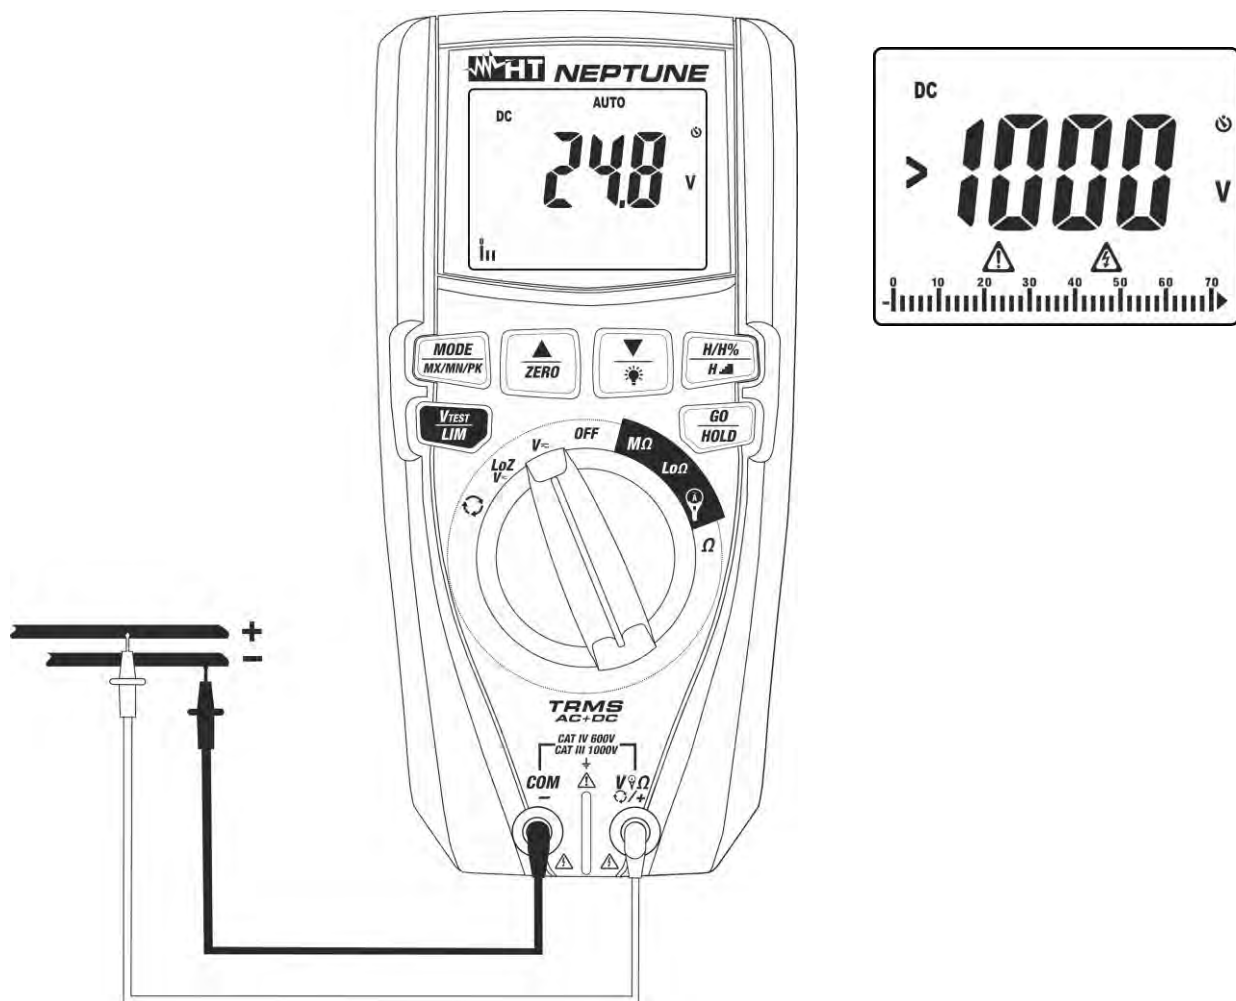
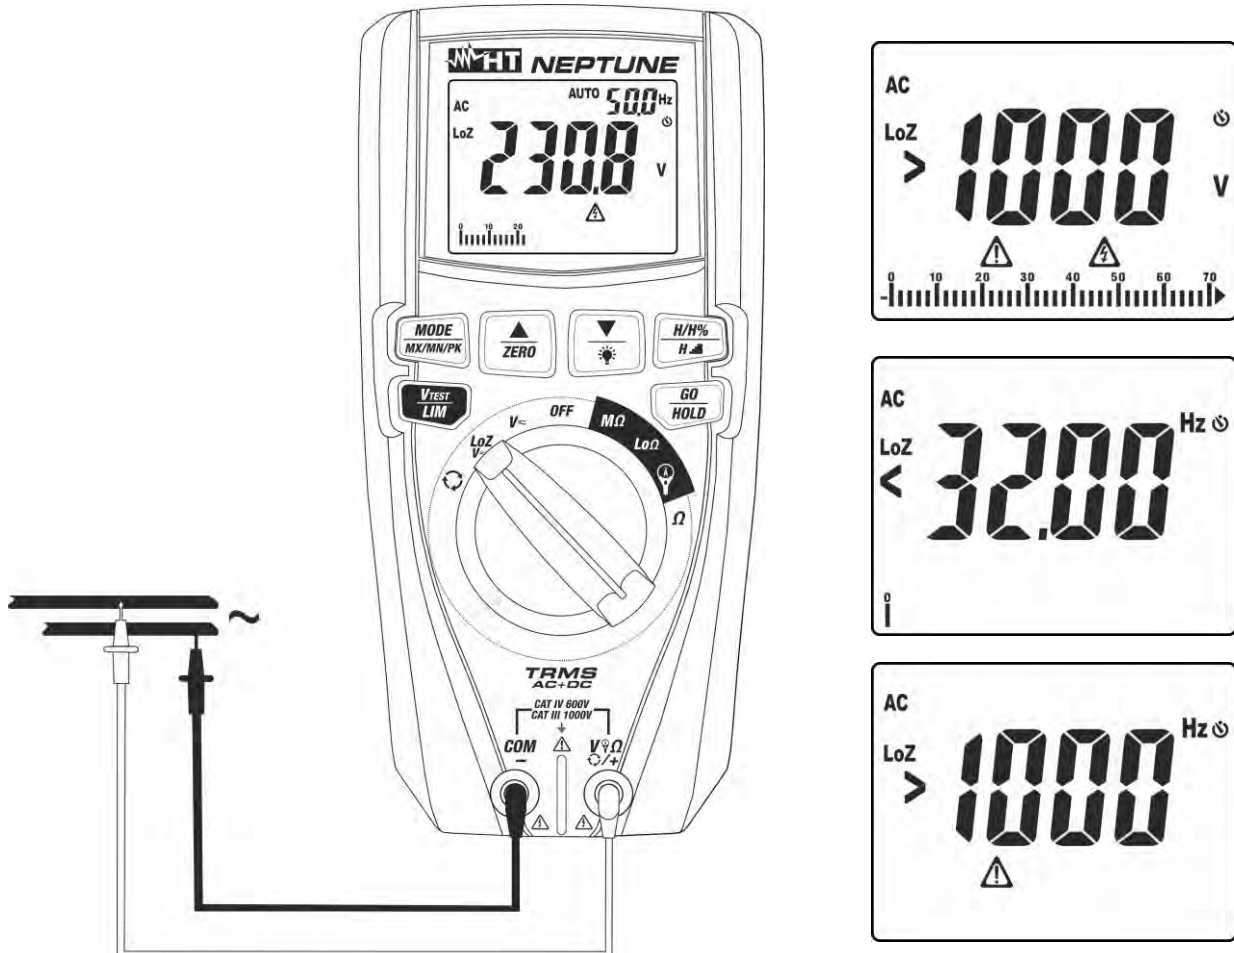

Abb. 6: Verwendung des Gerätes für Gleichspannungsmessung
Abb. 8: Verwendung des Geräts für AC/DC Spannungsmessung mit Funktion LoZ
3. Verbinden Sie die rote Messleitung und die schwarze Messleitung mit dem jeweils positiven und negativen Potenzial des zu messenden Kreises (siehe Abb. 6). Der Spannungswert erscheint auf dem Display.
4. Wenn im Display die Meldung **>1000V** erscheint (siehe Abb. 6), ist der höchste messbare Wert erreicht worden.
5. Das Symbol **-** auf dem Display des Gerätes gibt an, dass die Spannung die umgekehrte Richtung mit Bezug auf den Anschluss in Abb. 6 hat.
4. Verbinden Sie die rote und die schwarze Messleitung mit den entsprechenden Punkten des zu messenden Kreises (siehe Abb. 8) zur Messung der AC Spannung oder mit den positivem oder negativem Potenzial des zu messenden Kreises (siehe Abb. 6) zur Messung der DC Spannung. Der Spannungswert erscheint auf dem Display. Rechts auf der Oberseite des Displays wird der Wert der Frequenz der Spannung angezeigt. Drücken Sie die Taste **MODE/MX/MN/PK** zur Anzeige des Werts der Frequenz mit besserer Auflösung.
5. Wenn im Display die Meldungen "<32Hz" oder ">1000Hz" (siehe Abb. 8) erscheinen, liegt der Wert der Frequenz außerhalb des Messbereiches 32Hz ÷ 1000Hz.
6. Das Symbol “-” auf dem Display des Geräts gibt an, dass die Spannung die umgekehrte Richtung mit Bezug auf den Anschluss in der Abb. 6 hat.